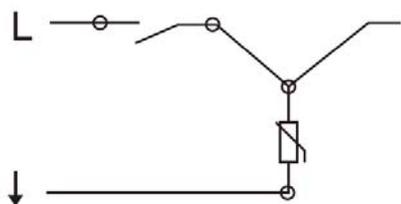

Рис.3. Схема подключения УЗИП
I. Силовой выключатель подключается к УЗИП, затем УЗИП подключается к нагрузке (рис. 3). Данный способ применим для токов нагрузки до 100 А. Сечение подключаемых проводников должно соответствовать току нагрузки.